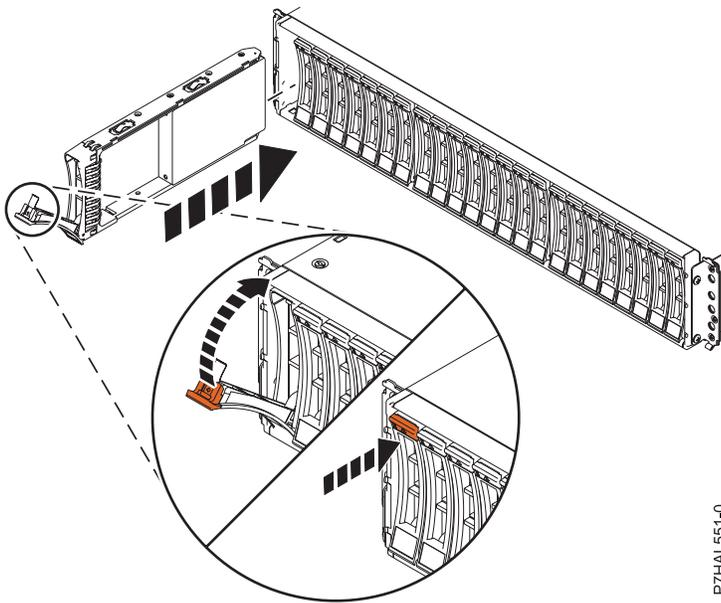

Abbildung 7. Plattenlaufwerk in 5887 Plattenlaufwerkgehäuse installieren
1. Der Griff muss in der entriegelten Position stehen (siehe Abb. 7), während Sie das Laufwerk unten mit Ihrer Hand abstützen und an den Führungsschienen in der Erweiterungseinheit ausrichten.